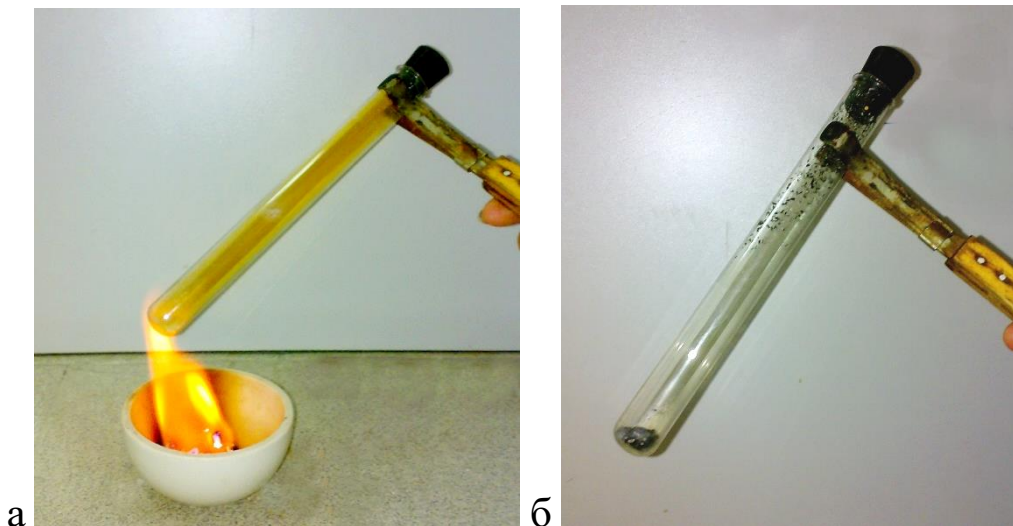

Рис. 40. Адсорбування активованим вугіллям нітроген(IV) оксиду
У пробірку помістіть декілька кристаликів алюміній нітрату та нагрійте їх (рис. 40а).
Після утворення в пробірці червоно-бурих парів нітроген(IV) оксиду насипте в пробірку дрібні шматочки активованого вугілля (не порошок!), закрийте пробірку пробкою та струсіть декілька разів (рис. 40б).